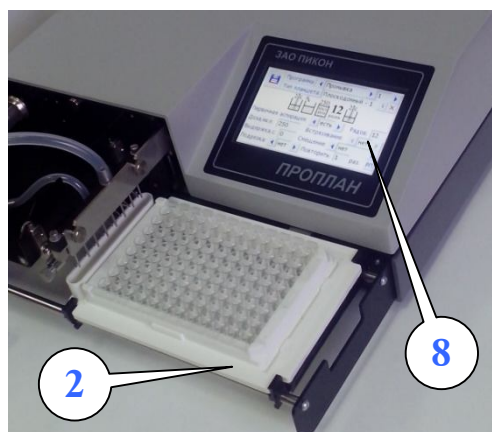

Рис. 1
2. Поддон для планшетов. Съёмный с фиксацией в рабочем положении (поз. **2**, **рис. 1, 6**).
5. Панель управления прибором представляет собой цветной экран с сенсорной панелью точ-скрин (поз. 8, рис. 1).